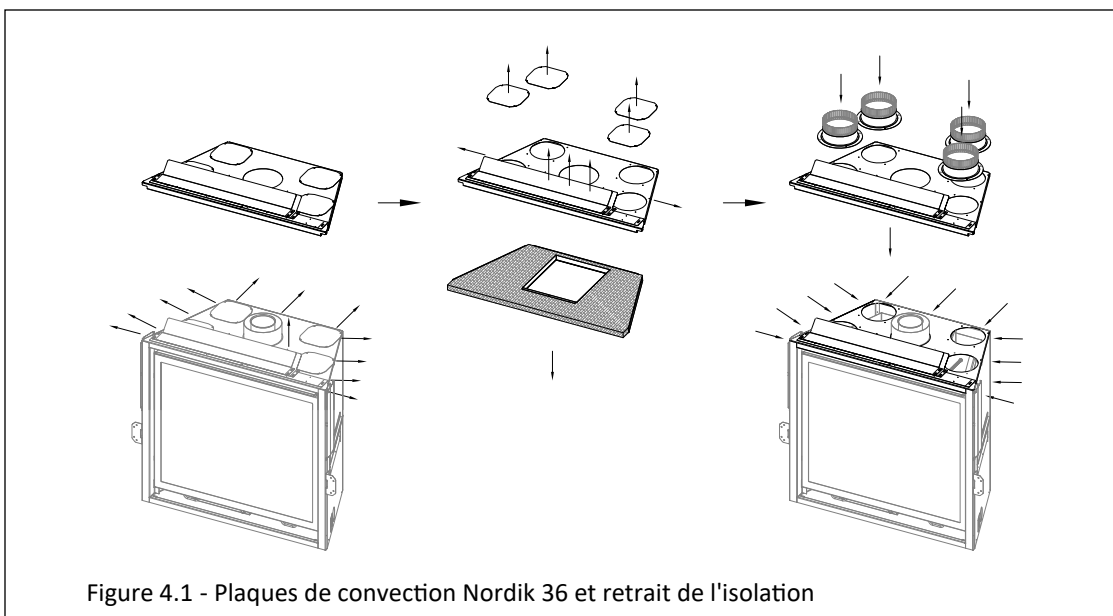
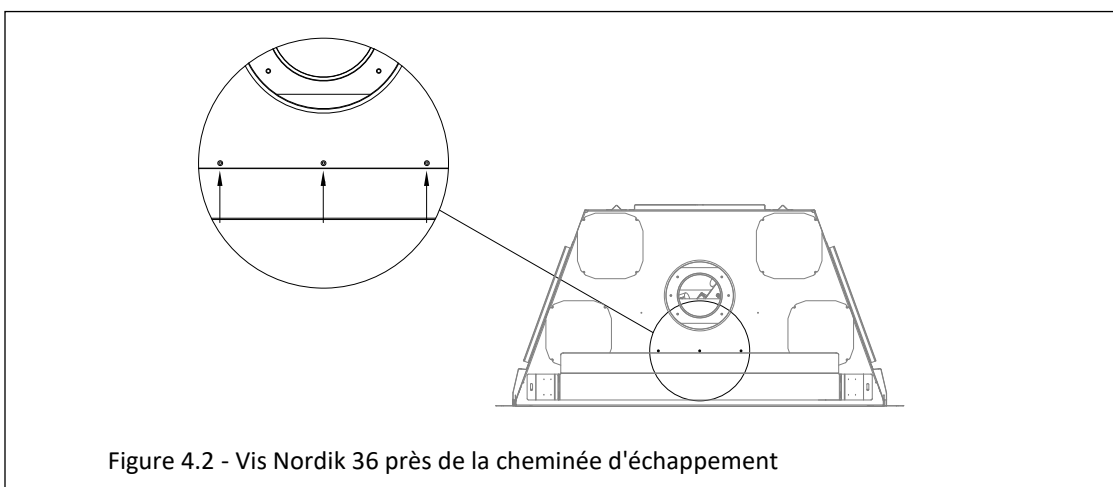

Figure 4.1 - Plaques de convection Nordik 36 et retrait de l'isolation
Figure 4.2 - Vis Nordik 36 près de la cheminée d'échappement
1. Retirez les (11) vis à tête qui fixent l'assemblage de la coque extérieure supérieure. Tirez cet ensemble vers le haut autour de la cheminée d'évacuation pour le retirer de l'appareil. Voir la première image de la Figure 4.1.
2. Retirez les (4) plaques de couverture où chaque plaque de couverture est fixée avec (4) vis à tête. Voir la deuxième image de la Figure 4.1. Jetez ces plaques de recouvrement.
3. Retirez les (3) vis à tête du haut de l'assemblage (voir gros plan à la Figure 4.2) et les (2) vis à tête sur le côté de l'assemblage (une vis de chaque côté illustrée dans la deuxième image de la Figure 4.1). Vous pouvez maintenant séparer les deux sections de l'assemblage de la coque extérieure supérieure. Retirez et jetez l'isolant et la partie inférieure de l'assemblage supérieur.
4. Réinstallez l'assemblage de la coque extérieure supérieure sur l'appareil avec les (11) vis à tête retirées précédemment.